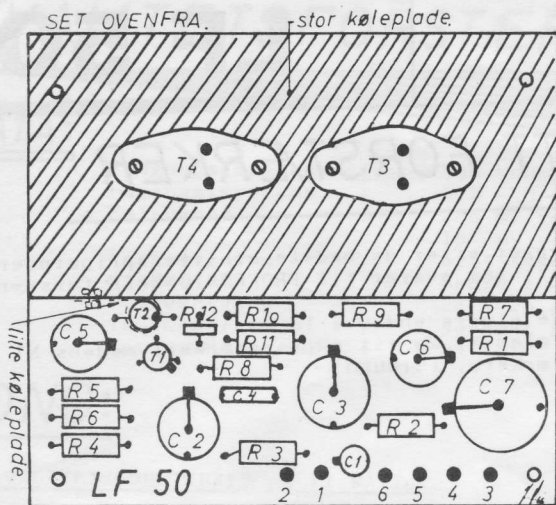

Fig. 2.
1. Først monteres modstandene R1 til R12, se Fig.2. lod under montage.
3. Transistorerne T1 og T2 monteres således at den sorte punkt på Fig.2, enten vender med tappen på T1 eller den røde prik på T2.
7. Kondensator C4 monteres efter Fig.2.
8. Elektrolytkondensatorerne C1,C2,C3,C5,C6 og C7 monteres, således at den sorte firkant på Fig.2 er minus, og passer med studsene på kondensatorerne.